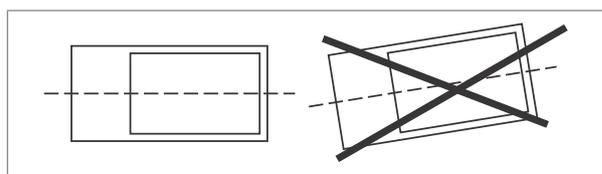

Figure 4 - Orientations horizontales correcte et incorrecte
- Installer l'aérotherme horizontalement sans inclinaison (figure 4).